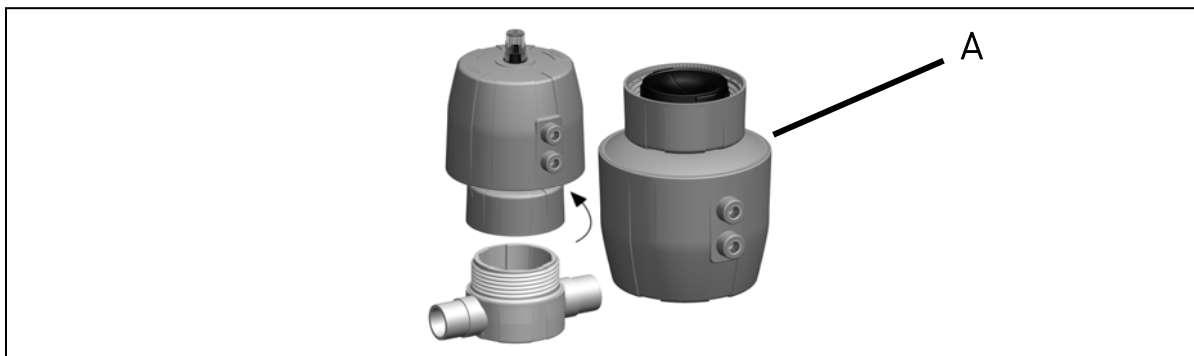

Fig. 21
- ▶ Ouvrir l'écrou du boîtier A avec une clé de vanne à sangle/ outil spécial et enlever le servomécanisme, voir Fig. 21